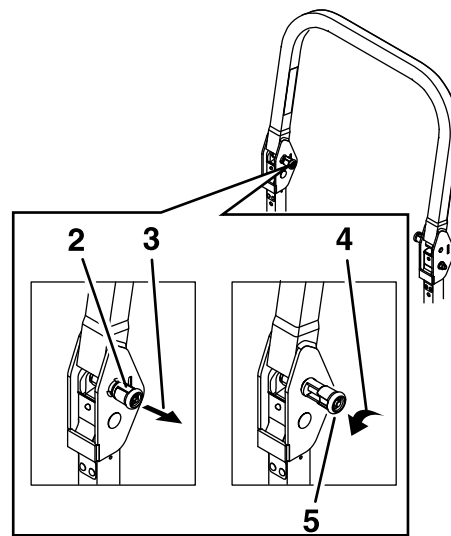

Figura 8
2. Tire de ambos pomos hacia fuera y gírelos 90 grados para desengranarlos (Figura 8).
3. Baje la barra anti-vuelco (Figura 8).